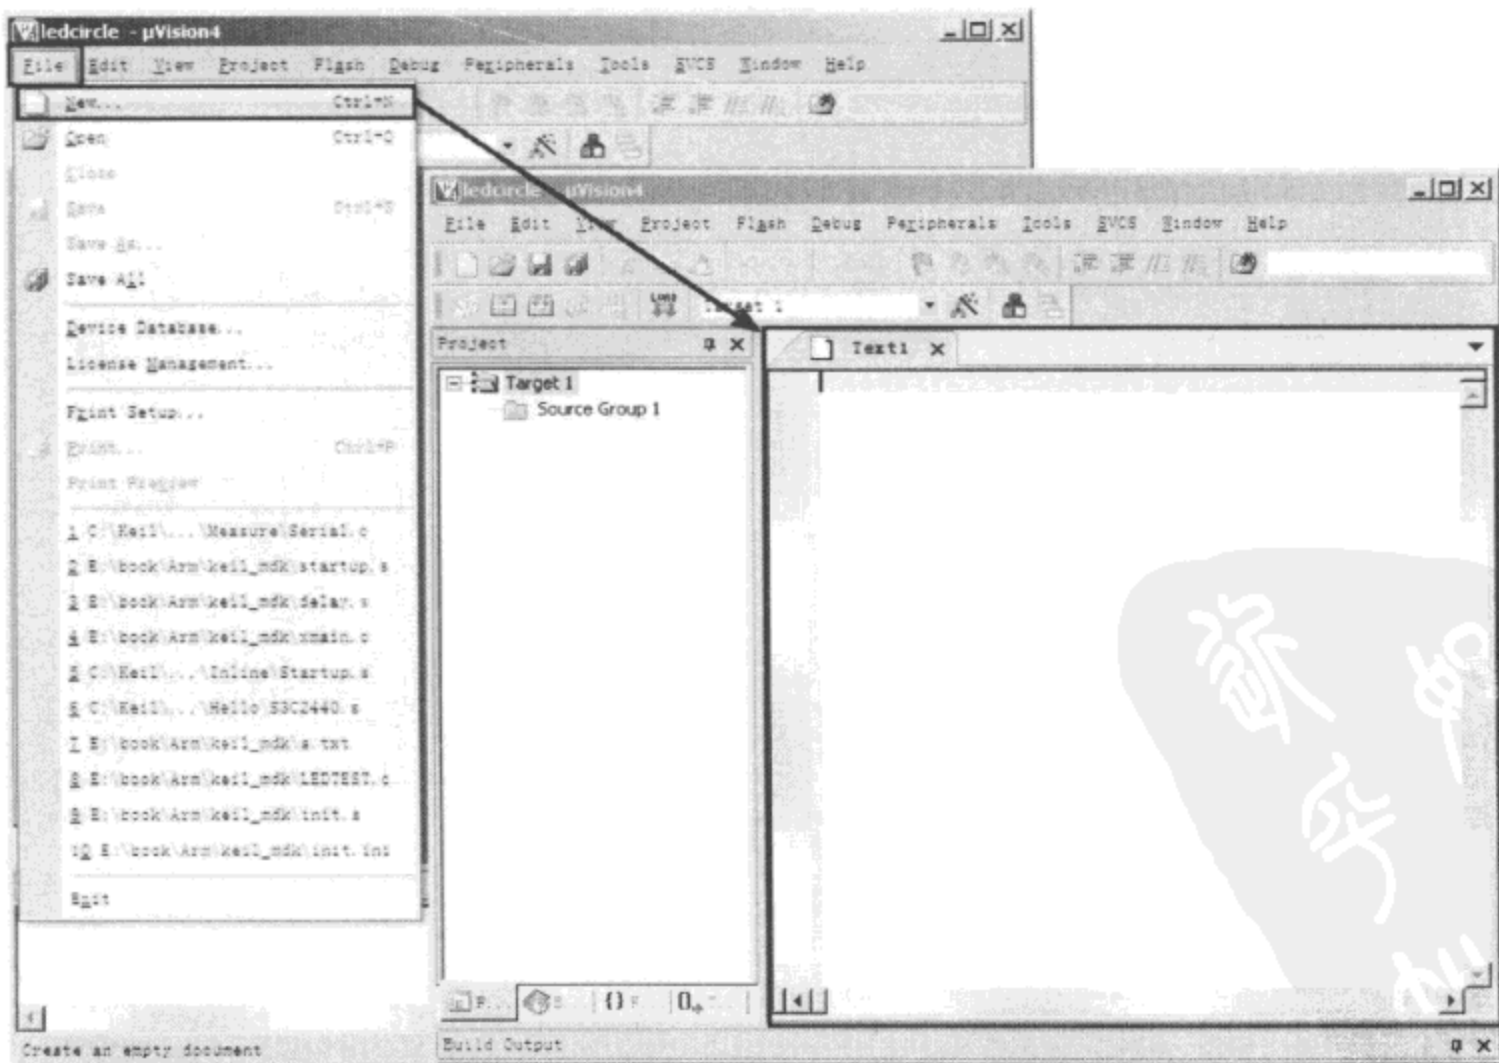

图 1-41 新建文件
(6) 可以通过 File→New 创建一个空文件,如图 1-41 所示。然后写入代码保存,也可以直接使用现有代码,将其添加到工程中。